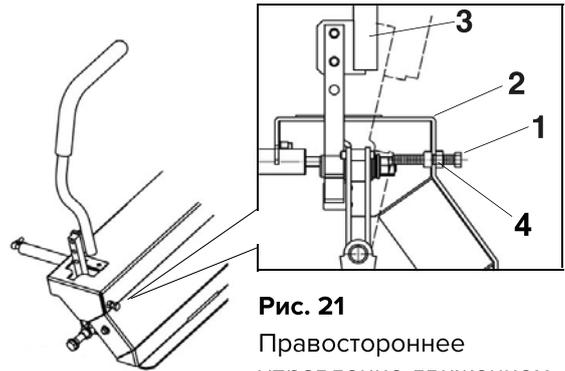

Рис. 21
1. Ослабьте винты на крышке (см. рисунок 21).